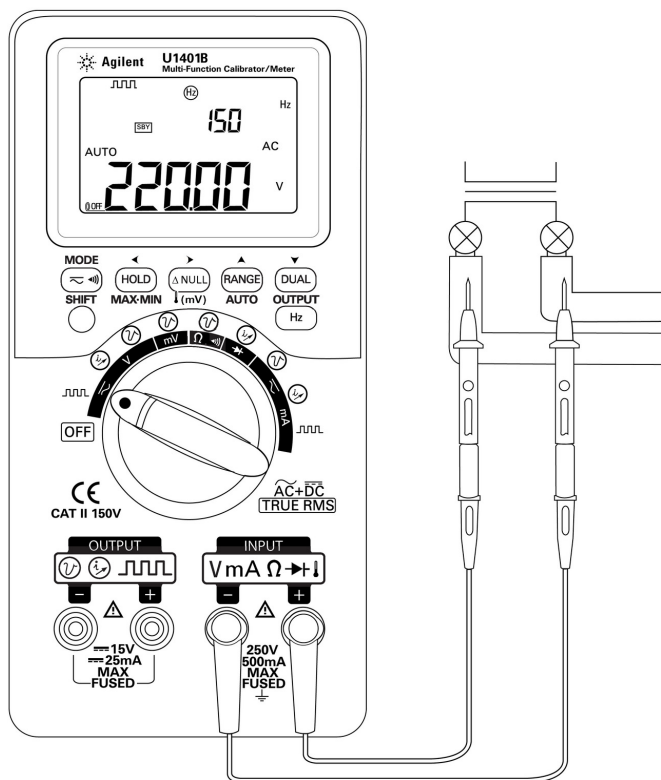

Figura 3-2 Medição de tensão AC
- 3 Conecte os fios de teste vermelho e preto aos terminais de entrada positivo e negativo respectivamente (**Figura 3-2**).